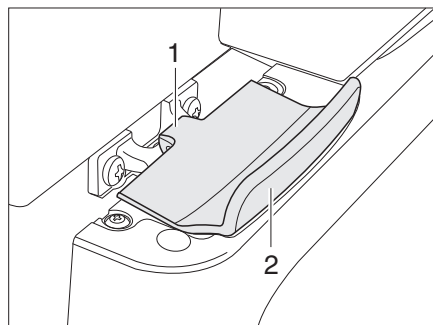

Bild 254 Verriegelung der Kälteboxtür, geschlossen (Thetford)
- Öffnen: ■ Kälteboxtür am Griff (Bild 254,2) öffnen. Die Verriegelung (Bild 254,1) wird automatisch gelöst.